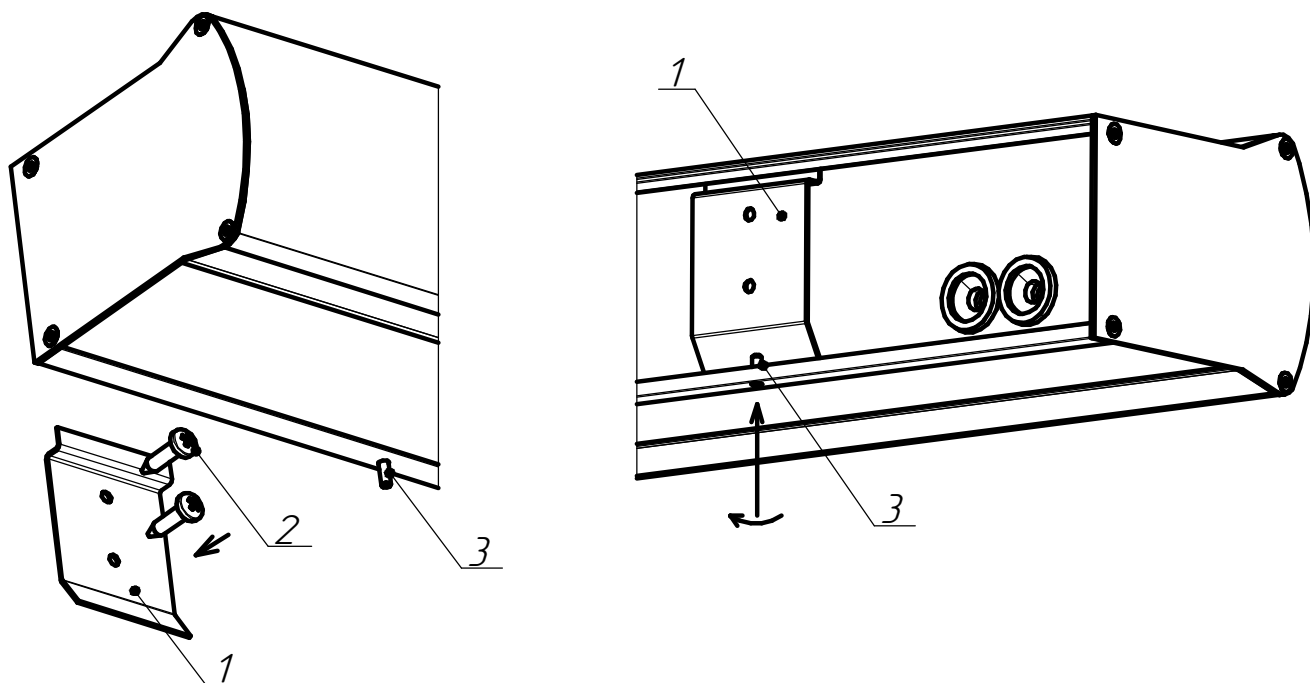

Рисунок 3 - Схема установки светильников
5.4 При помощи саморезов (поз.2, рисунок 3., (в комплект поставки не входят)) закрепить скобы крепления (поз.1, рисунок 3.) на опорной поверхности. Установить светильник на скобы и закрепить установочным винтом (поз.3, рисунок 3.)